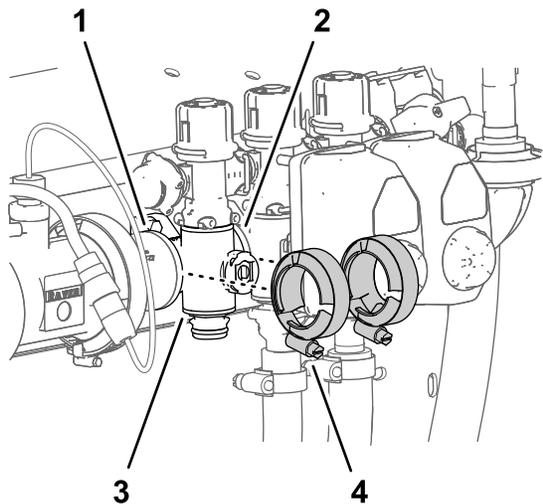

Figura 116
3. Retire las 2 bridas de fijación que sujetan el distribuidor de sección a las bridas de los componentes adyacentes (Figura 116).